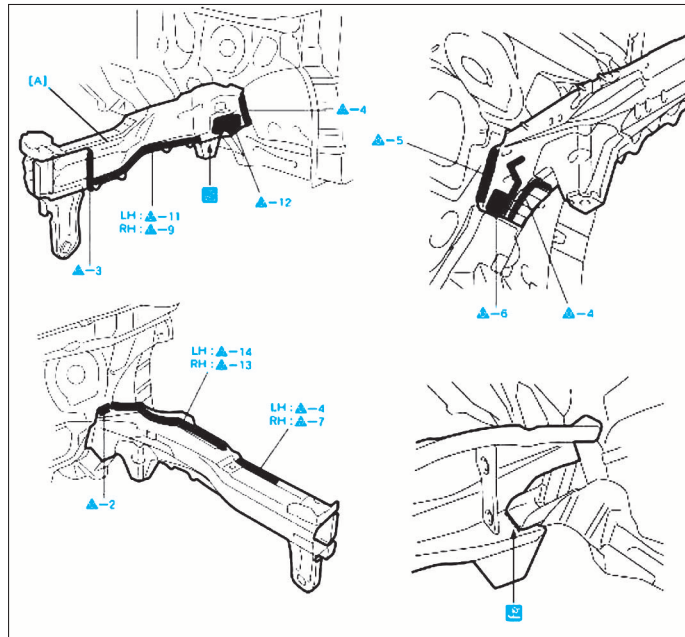

FIG. 15
• Dépointer aux endroits indiqués (Fig.15).